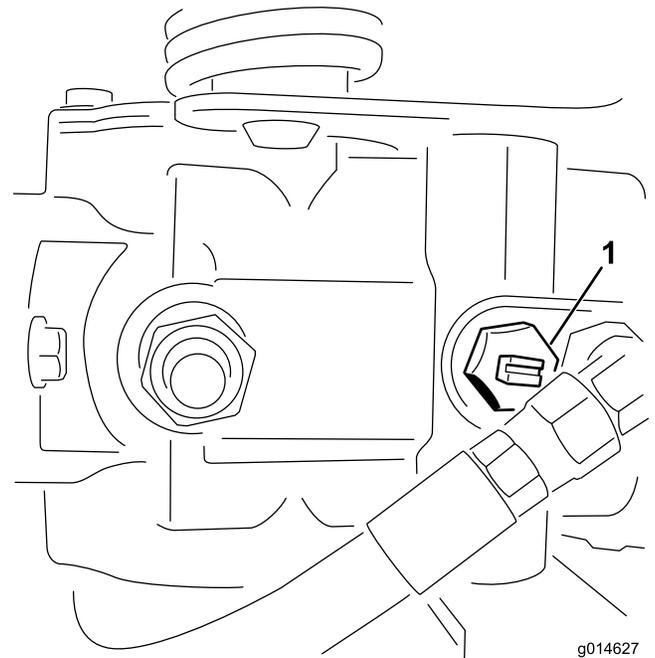

Bild 40
1. Ermitteln Sie das Sicherheitsventil an der Pumpe und drehen Sie es, sodass der Schlitz vertikal ist (Bild 40).